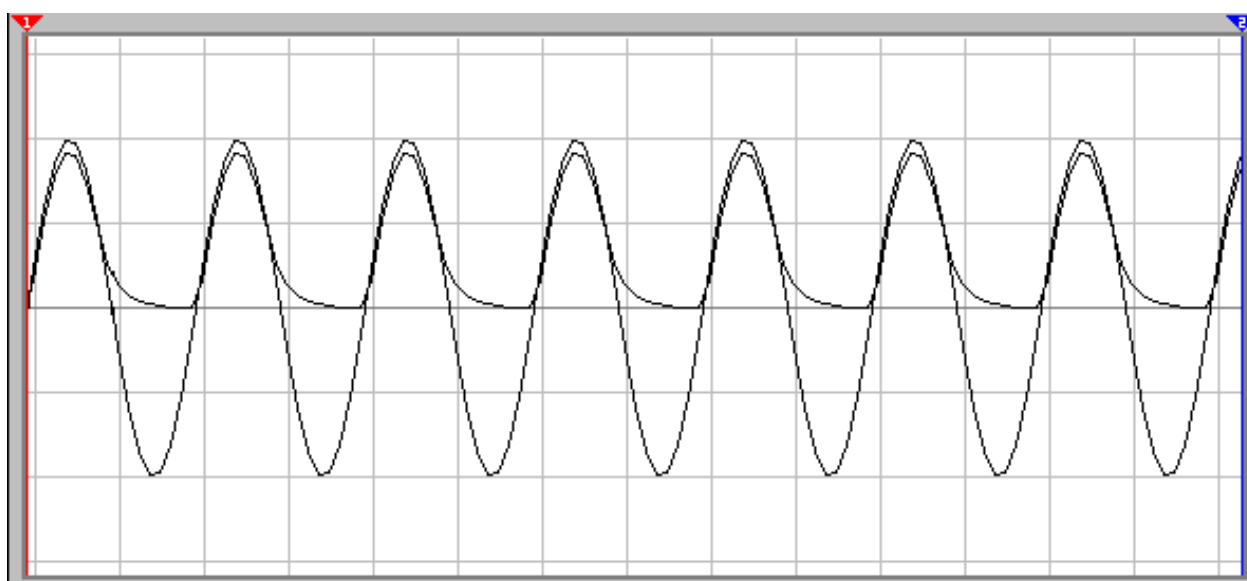

Рис. 2. Осциллограммы сигналов в контрольных точках схемы
2. Подключить измерительные приборы к контрольным точкам и запустить схему. Произвести контроль рабочих процессов происходящих в схеме рис. 2.